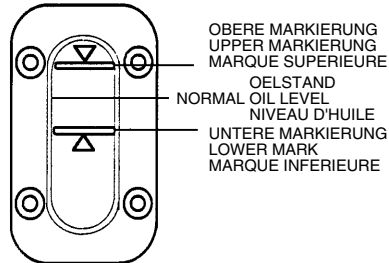

Fig 4 Ölschauglas
3.2 Pumpenöl überwachen (Siehe Abb. 4)
3.2 Checking the Oil (See Fig. 4)
3.2 Surveillance d'huile (Voir Fig. 4)